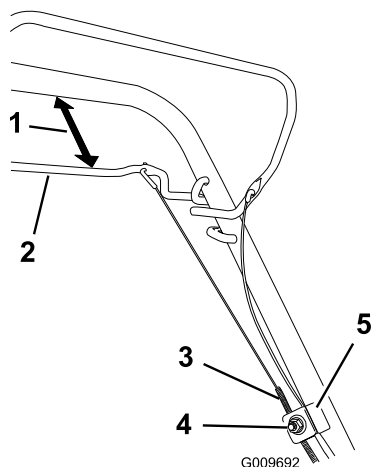

Рисунок 46
1. Ослабьте гайку держателя троса (Рисунок 46).
- Установите между скобой самоходного привода и рукояткой зазор величиной от 25 до 38 мм (Рисунок 46).
- Вытягивайте оболочку троса (к газонокосилке), пока в тросе не появится слабина (Рисунок 46).